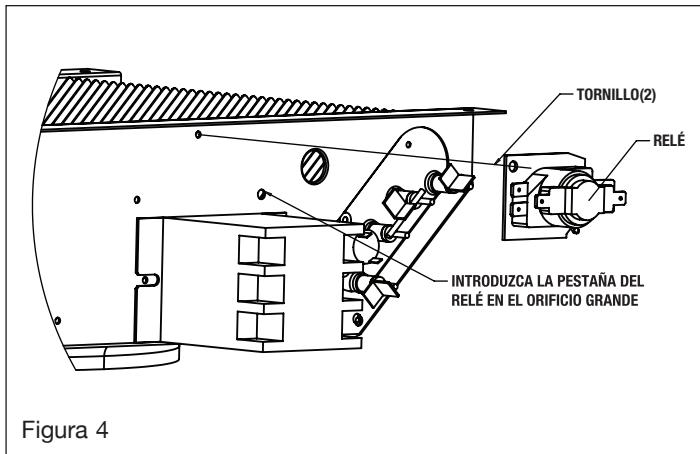

Figura 4 INTRODUZCA LA PESTAÑA DEL RELÉ EN EL ORIFICIO GRANDE
- Instale en Relé de Control según se muestra en al Figura 4.